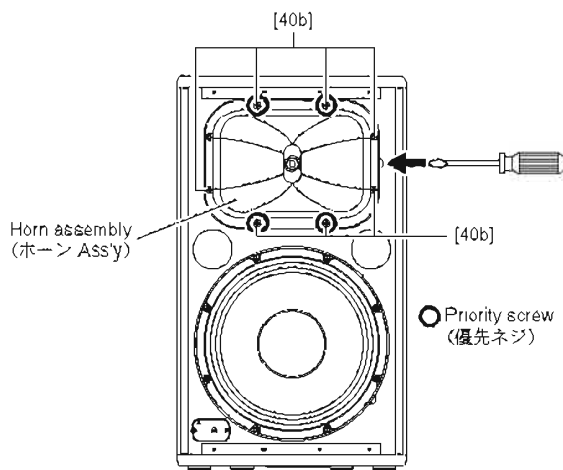

Fig. 4 (図 4)
- 3-2. Remove the eight (8) screws marked [40b]. (Fig. 4, 5)
- 3-3. Insert the flat blade screwdriver or the like into the cavity of the cabinet, and push the horn assembly up to remove it. (Fig. 4, 5)
* When installing the horn assembly, first tighten the four (4) priority screws as shown in Fig. 4.
- 3-2. [40b] のネジ 8 本を外します。(図 4、5)
- 3-3. キャビネットの切り欠きにマイナスドライバーなどを差し込んで、ホーン Ass'y を浮かせて外します。(図 4、5)
※ ホーン Ass'y を取り付けるときは、図に示す優先ネジ 4 本を先に締めてください。(図 4)